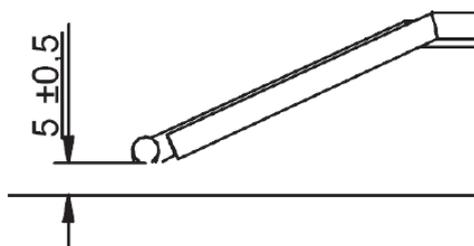

Fig.21 Distance entre l'électrode et le brûleur
- L'écart entre les deux électrodes doit être égale à (\pm) mm (figure 21).